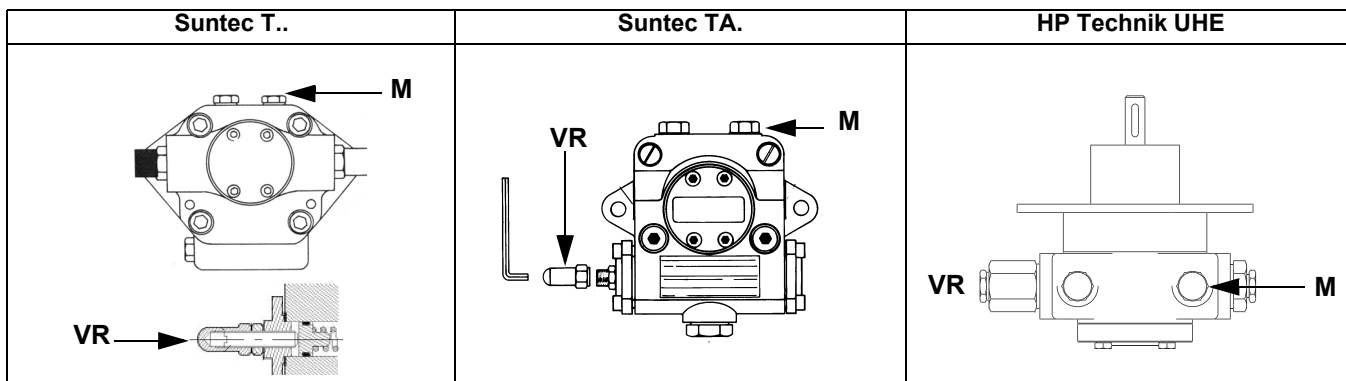

Рис. 16
- 3 выпустить воздух со штуцера (M) манометра насоса (Рис. 16), расслабив слегка заглушку, но не снимая ее; затем отпустить контактор;